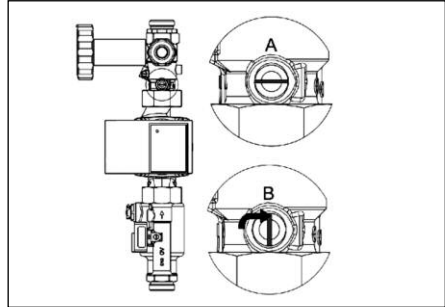

Abb. 6.12 Sperrventil (Rücklaufkugelhahn)
5. Öffnen Sie das Sperrventil der Solarstation (im Rücklauf der Solarstation oberhalb der Pumpe), indem Sie die Einstellschraube in eine senkrechte Position (Position B in Abb. 6.12) stellen. Es ist jetzt außer Funktion.